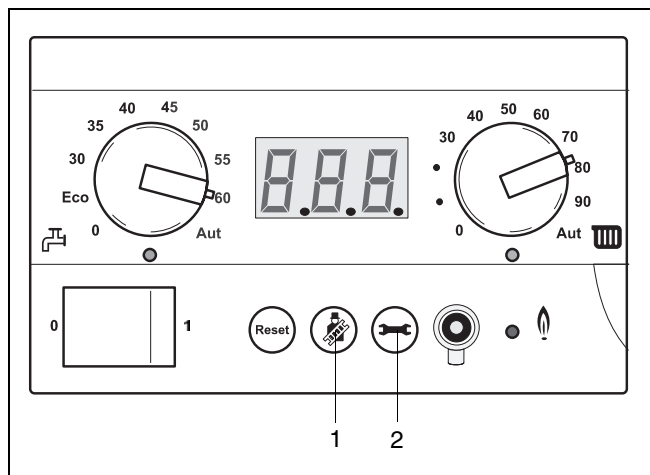

fig. 27 Tryk på skorstensfejertasten.
- Varmebehovet angives ved at trykke på skorstensfejertasten (fig. 27, pos. 1), indtil der vises en prik nederst til venstre på displayet. Kedlen kører maks. 30 minutter ved fuldlast i centralvarmedrift (skorstensfejerdrift).
- Tryk samtidig på skorstensfejertasten (fig. 27, pos. 1) og servicetasten (fig. 27, pos. 2), indtil "L--." (f.eks. "L \overline{B} 1.") vises på displayet.
- Tryk samtidig på skorstensfejertasten (fig. 27, pos. 1) og servicetasten (fig. 27, pos. 2) indtil "L—" (f.eks. "LØ1.") vises på displayet.